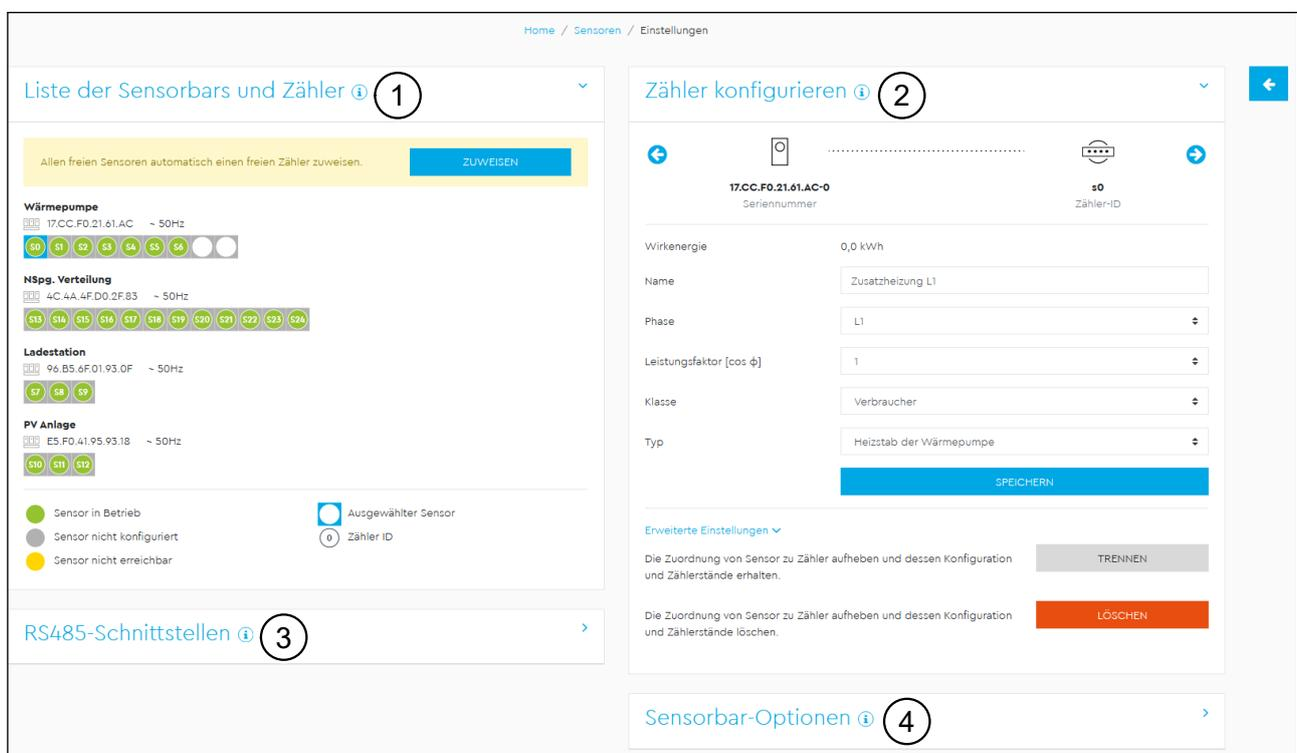

Abb. 12: App „Sensoren“ – Einstellungen
- Liste der Sensorbars und Zähler (Pos. 1 in Abb. 12)
- Zähler konfigurieren (Pos. 2 in Abb. 12)
- RS485-Schnittstellen (Pos. 3 in Abb. 12)
- Sensorbar-Optionen (Pos. 4 in Abb. 12)